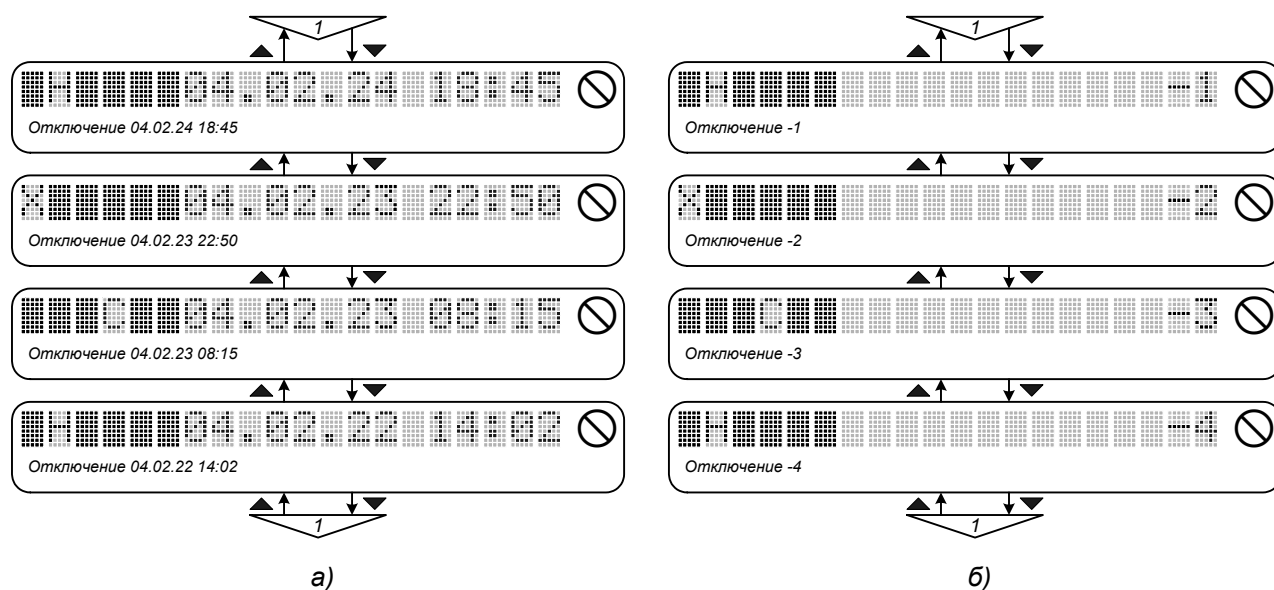

Рис. 9.4. Меню «История отключений» для исполнений ПЧ с таймером (а) и без таймера (б) реального времени.
* В исполнениях с установленным таймером реального времени (Рис. 9.4,а):
* В исполнениях без таймера реального времени (Рис.9.4,б):